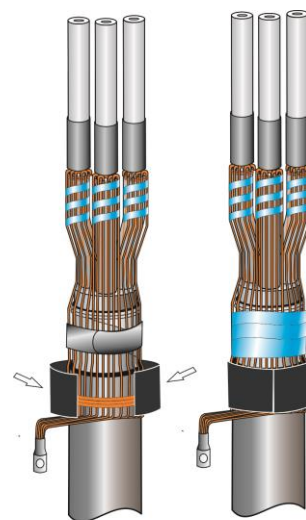

Рис.9
**9.** Загерметизировать пружину постоянного давления с помощью ленты ПВХ. Обернуть ленту-герметик поверх проволок экрана в соответствии с Рис.9.